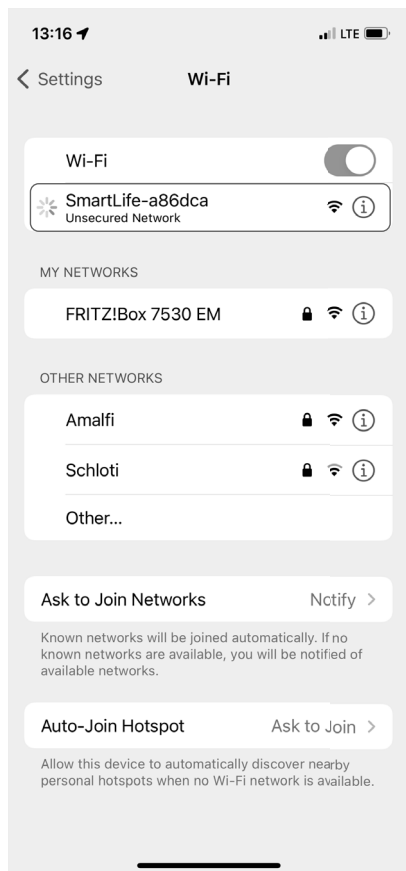

Fig. 9
- Sur votre smartphone/tablette, sélectionnez maintenant le réseau du robot aspirateur SMARTLIFE-XXXX sous « Réseaux disponibles » (**voir fig. 9**).